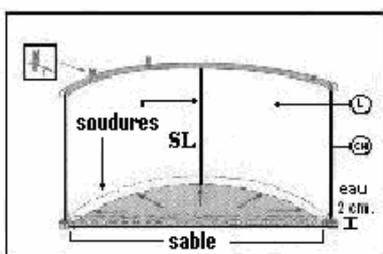

fig. 19
- Placez le liner (L) au centre de la piscine et dépliez-le vers les côtés, placez le côté rugueux vers l'extérieur. La soudure qui fait la jonction entre le liner et le côté doit être parfaitement appliquée contre les profilés inférieurs et la paroi (fig. 19). La soudure du liner doit être placée vers le sol et la paroi de la piscine.